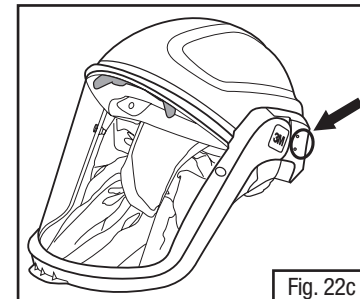

Fig. 22c
- Ubique los puntos de conexión de la orejera en el exterior del armazón de casco (Figs. 22c & d) Observe que en el Casco M-300 hay espacios visibles en el exterior del armazón donde se conectan las orejeras. Es posible que en M-100 y M-200 los espacios nos sean visibles en el exterior del armazón.